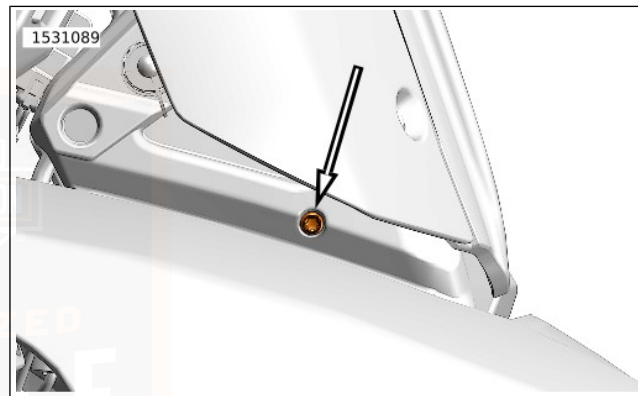

Abbildung 83. Schräglagenlichtschraube (Abbildung zeigt rechte Seite)
1. Siehe Abbildung 83. Die Schrauben der Schräglagenleuchte lösen.
3. Siehe Abbildung 83. Die Schrauben anziehen.